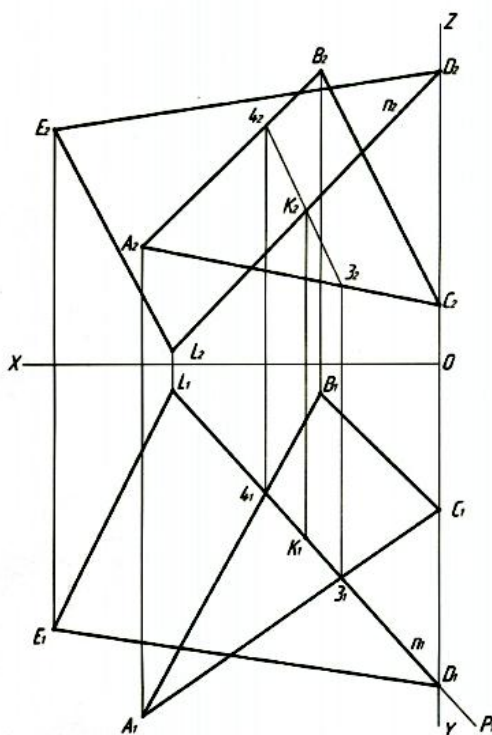

Рис. 3. Построение точки K — точки встречи перпендикуляра n с плоскостью $R(ABC)$ и нахождение точки L
3. Построить точку K — точку встречи перпендикуляра n с плоскостью $R(ABC)$ [$K = n \cap R(ABC)$]. Завершить построение треугольника DEL , построив точку L . Точка L принадлежит перпендикуляру n [$L \in n$]. Точка D симметрична точке L относительно плоскости $R(ABC)$ [$DK \cong KL$] (рис. 3).
Сначала строим горизонтальную проекцию L_1 , а затем с помощью ЛПС находим фронтальную проекцию L_2 или наоборот (рис. 3).